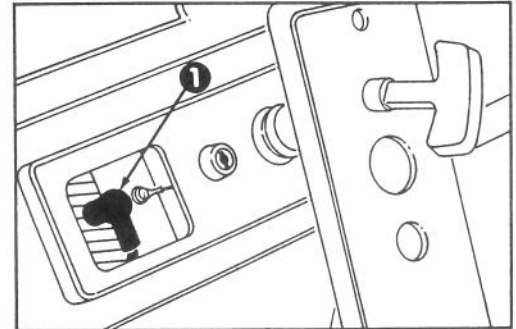

Abb. 16
2. ZÜNDKERZE ENTFERNEN (Abb. 16) — Den Stecker von der Zündkerze abziehen und die Kerze herausschrauben. Die Zündkerze untersuchen und ersetzen, falls sie Risse aufweist, verrußt oder schmutzig ist. ZÜNDKERZE WEDER SANDSTRAHLEN, ABKRATZEN NOCH REINIGEN, DA SCHMUTZ SICH LÖSEN UND IN DEN ZYLINDER GELANGEN UND SO ZU MOTORSCHÄDEN FÜHREN KANN.